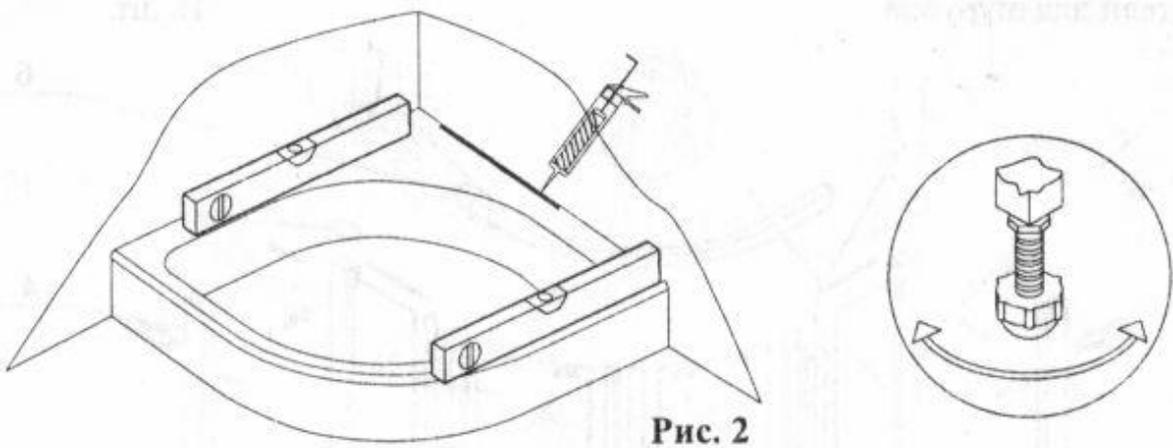

Рис. 2
1. Установите поддон в горизонтальном положении, используя уровень и регулировку ножек поддона (рис. 2). Места примыкания боковин поддона к стене обработайте силиконом.